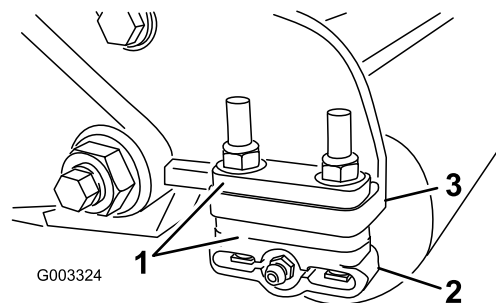

**Figura 18**
10. Pruebe el rendimiento de corte insertando una tira larga de papel de prueba del rendimiento de corte (Pieza Toro N° 125-5610) entre el molinete y la contracuchilla, perpendicular a la contracuchilla (Figura 18). Gire el molinete **lentamente** hacia adelante; debe cortar el papel.